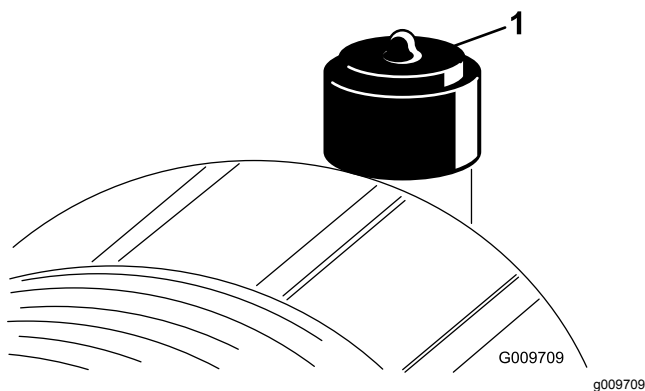

Figura 73
Effettuate la manutenzione del filtro dell'aria quando l'indicatore lo richiede (Figura 73). Sostituendo il filtro dell'aria prima del necessario si aumenta il rischio che la morchia penetri nel motore quando rimuovete il filtro.
2. Se la spia (Figura 73) è rossa, resettatela.